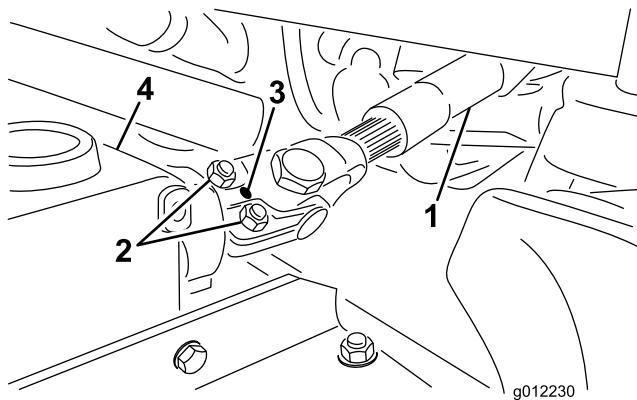

Bild 5
- Schieben Sie die Zapfwelle mit Außengewinde in die Zapfwelle mit Innengewinde (Bild 5). Richten Sie die Befestigungslöcher in der Antriebswelle des Getriebegehäuses mit den Löchern in der ZWA-Welle aus und schieben Sie sie zusammen.
- Befestigen Sie sie mit einem Spannstift (Bild 5).
- Ziehen Sie die Schrauben und Muttern an (Bild 5).